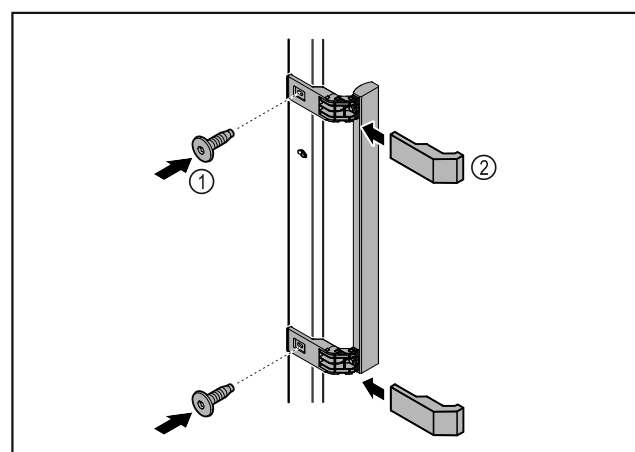

Fig. 9
- ▶ Atașați mânerul din pachetul de accesorii la ușa cu ajutorul șuruburilor incluse Fig. 9 (1).
- ▶ Aplicați capacul Fig. 9 (2).